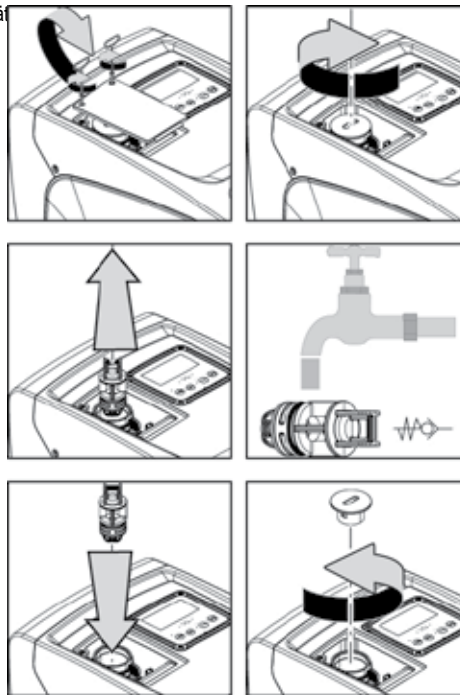

Fig. 21
1. ta bort luckan till utrymmet för extra underhåll (Fig. 1, sida F) genom att lossa de två låsskruvarna med det medföljande verktyget. Ta inte bort skruvarna helt utan använd dem för att dra ut luckan. Tappa inte skruvarna in i systemet när de har tagits bort från luckan (Fig. 21);
2. använd en skruvmejsel och ta bort 1"1/4 pluggen för att komma åt backventilen (Fig. 21);
3. använd en tång och dra, utan att vrida, ut backventilens patron genom att gripa om byggingen som är specifikt avsedd för detta (Fig. 21). Du kan behöva ta i lite grann;
5. för åter in patronen på sin plats. De två O-ringarna behöver tryckas samman vid införandet (Fig. 21);
6. dra åt 1"1/4 pluggen helt. Pluggen hjälper till att föra in patronen om den ännu inte är helt införd (Fig. 21);